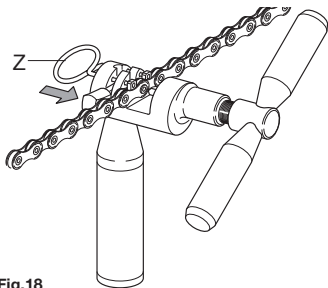

Fig.18
- Bloccate la maglia tramite l'apposito dispositivo di blocco (Z - **Fig. 18**).